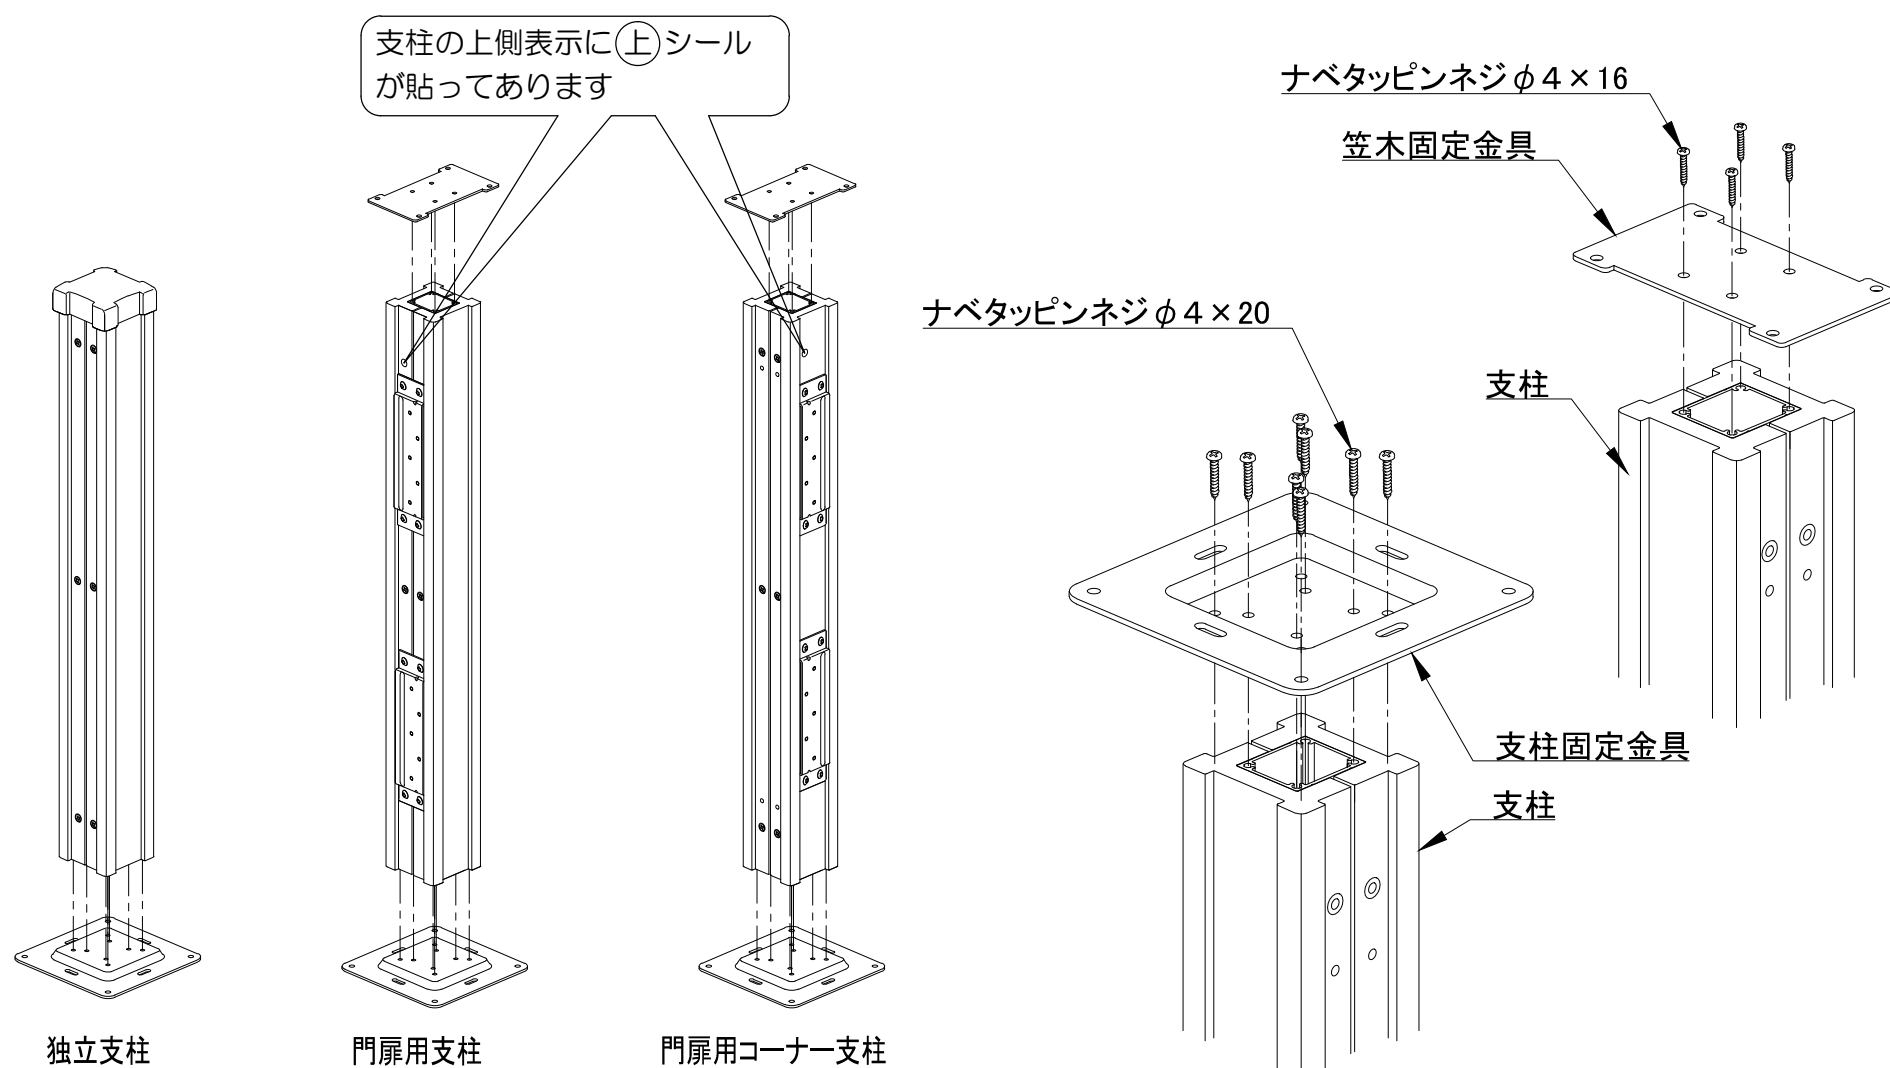

図6.門扉用支柱の組立
(2) ラティスフェンスの施工要領書を参考にして、門扉用支柱の組立を行ってください(図6)。